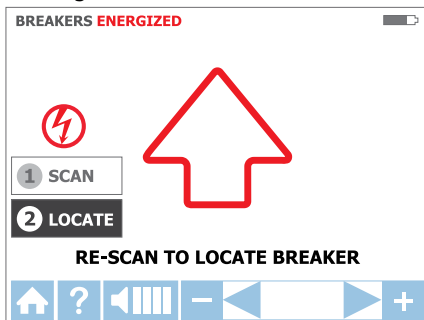
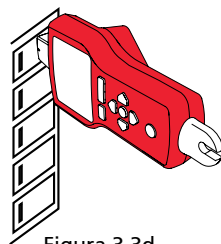

Figura 3.3c
Figura 3.3d
2. Rastreie cada disjuntor por meio segundo tocando com a ponta do sensor. Verifique se o sulco no Sensor de Ponta está paralelo ao comprimento do disjuntor (Veja Figura 3.3d)
Passo 2 - ❷ LOCALIZAR:
1. Selecione modo LOCALIZAR Energizado, utilizando as setas direcionais para destacar este modo de operação e pressionando o botão amarelo "ENTER". (Vide figura 3.3c)
2. Rastreie novamente cada disjuntor tocando cada um com o Sensor de Ponta por meio segundo. A seta vermelha ativa indica processo de rastreamento (veja a Figura 3.3c). Verifique se o sulco no Sensor de Ponta está paralelo ao comprimento do disjuntor. (Veja Figura 3.3d)